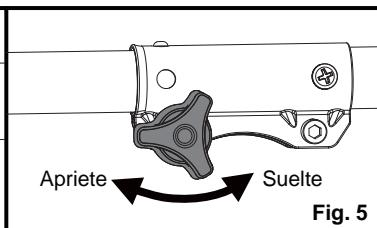

Fig. 5
- Asegure el eje girando la perilla hacia la derecha (Fig. 5).